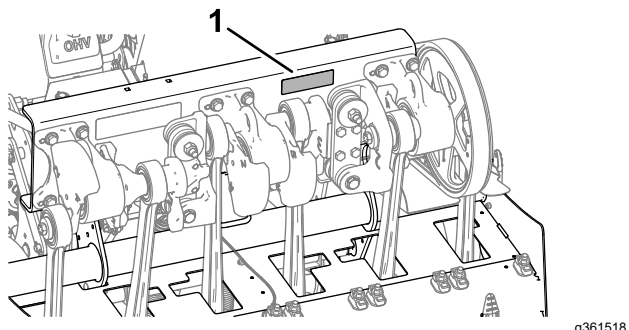

图 182
3. 检查打孔头紧固件、分泵手柄紧固件和车轮螺母确保它们保持适当的扭矩。紧固件扭矩规定载于打孔头支撑槽的螺栓扭矩标贴上图 182。